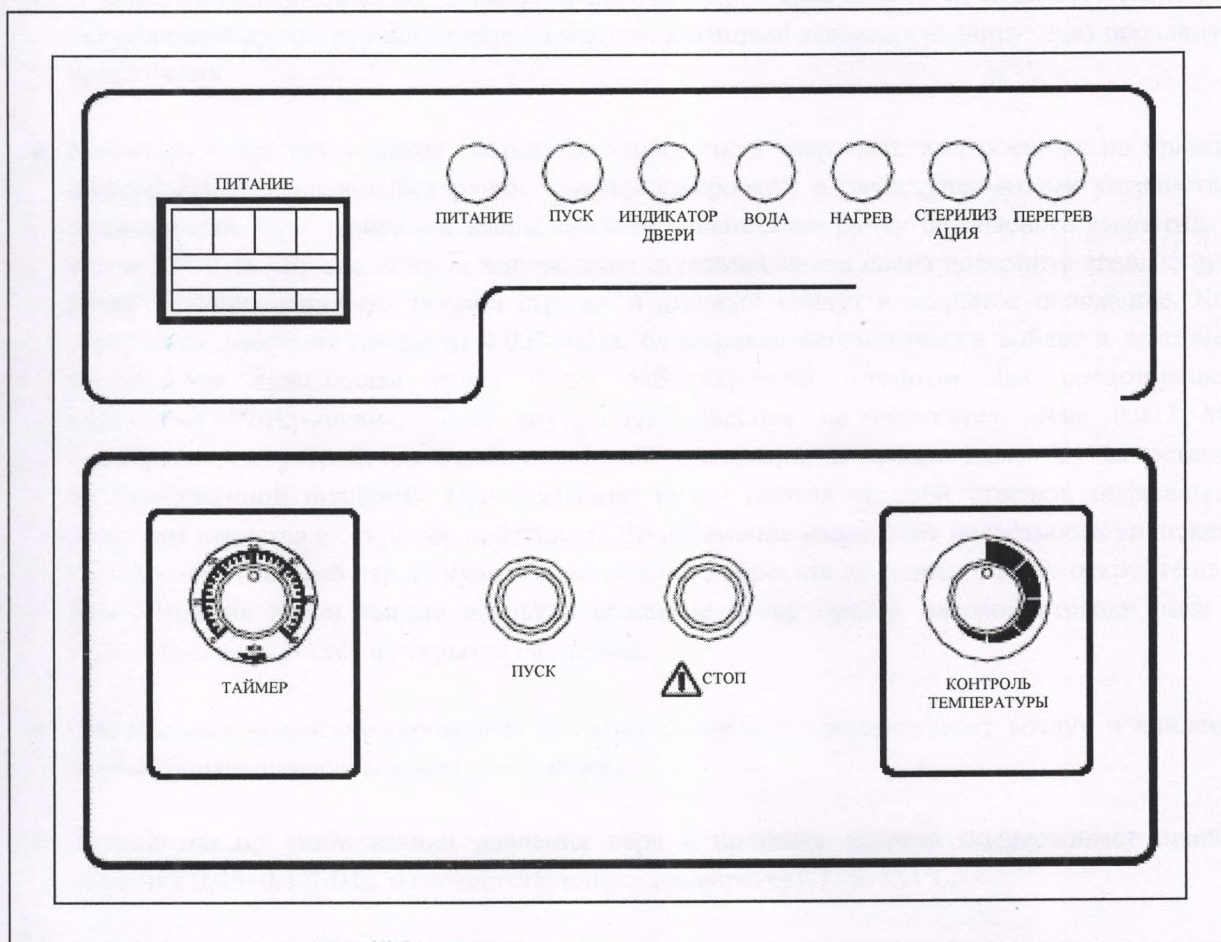

Рис.1
- Для удобства наблюдения, испаритель и манометр находятся спереди сверху, а термометр сбоку, также для удобства эксплуатации, все сигнализаторы и дисплей находятся в передней нижней части блока управления. (рис.1)